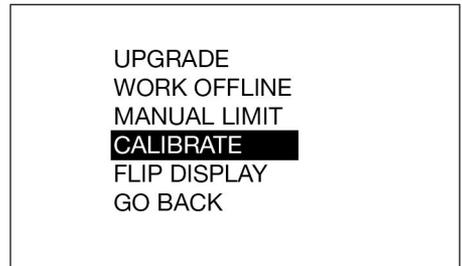
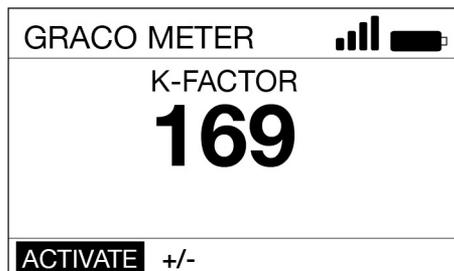

FIG. 20
FIG. 21
4. Sélectionner l'option ÉTALONNAGE (Fig. 20) pour afficher l'écran Facteur K d'étalonnage figurant sur la Fig. 21.
5. Sélectionner ACTIVER et appuyer sur la touche ENTRÉE pour commencer l'étalonnage de la vanne de distribution dosée (FIG. 21).
6. Distribuer exactement un (1) quart ou un (1) litre de fluide dans un flacon volumétrique étalonné et propre.
7. Quand exactement un (1) quart ou un (1) litre de fluide est distribué dans le flacon, sélectionner FIN et appuyer sur la touche ENTRÉE. Le nouveau facteur d'étalonnage s'affiche.